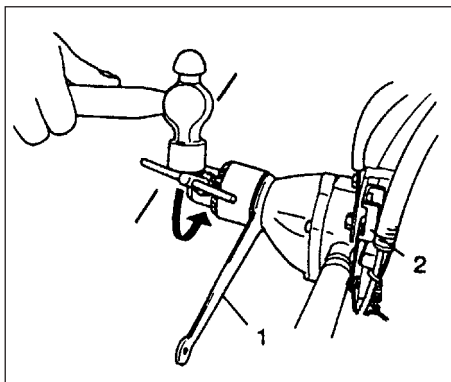

Fig. 2-6
- Per serrare il mandrino in maniera più sicura mettere una chiave da 19mm (1) tra la scatola del cambio ed il mandrino per bloccare l'albero di trasmissione.
Girare la leva di bloccaggio (2) poi colpire l'impugnatura del mandrino con un martello per avvitare il mandrino (in senso orario). (TED-270PFL/270PFLS/270PFDH/270PFDLS/270PFHS) (Fig. 2-6)